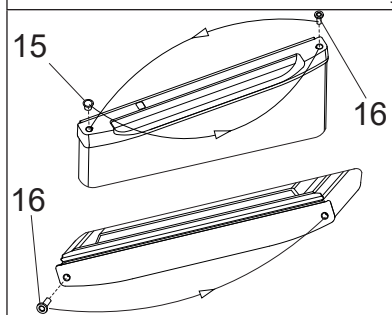

Рисунок 10
13. На верхней стороне дверей переставьте заглушку 15 и втулку 16 местами, а на нижней стороне переставьте втулку 16 на противоположную сторону (см. рис. 10).